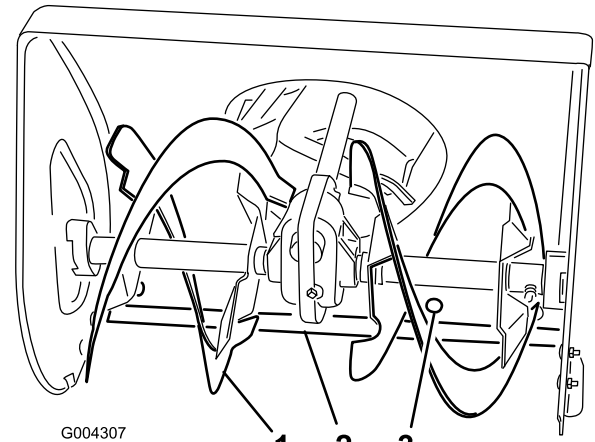

Figure 22
- Côté du carter de fraise (2) 3. Patin (2)
- Écrous à embase (4)
- Placez un support sous les lames de la fraise pour qu'elles se trouvent à 3 mm au-dessus du sol (Figure 22).
6. Pour corriger la position de la lame racleuse, desserrez les 5 vis de fixation (Figure 22), mettez la lame de niveau à la hauteur voulue et resserrez les vis.